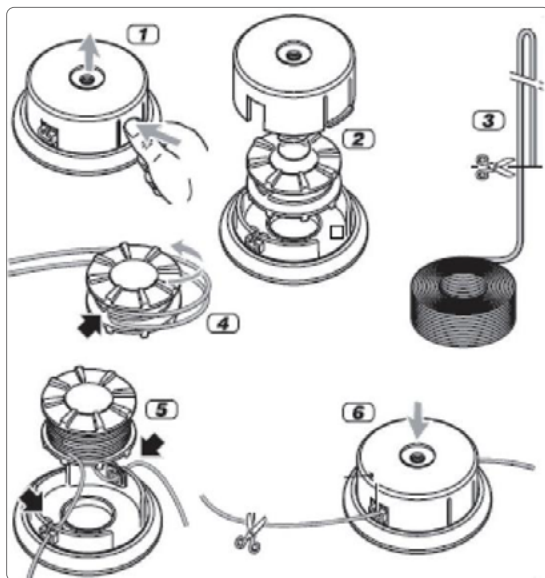

Рис. 24
- Замена режущей лески (Рис. 24).